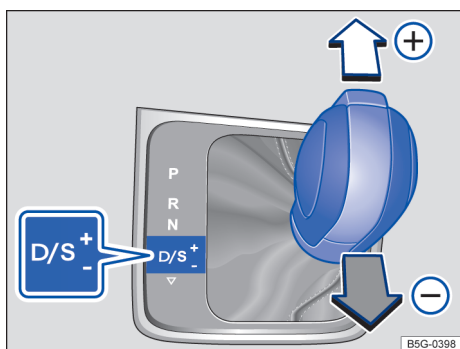

Fig. 92 Alavanca seletora na posição Tiptronic.
- Mover a alavanca seletora para frente (+) ou para trás (-), para aumentar ou diminuir a marcha → Fig. 92.